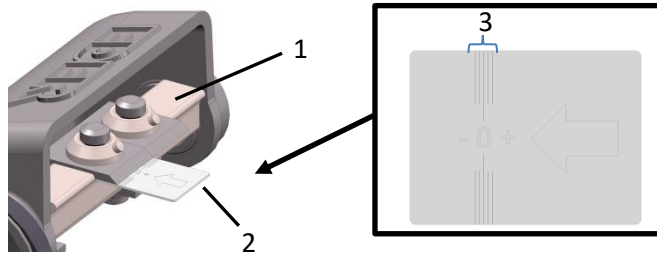

Abb. 5: Messer einstellen
- > Schieben Sie die Einstelllehre (2 – Abb.5) in Pfeilrichtung unter das Messer bis an die Schälwalze (1 – Abb.5) heran.
Achtung: Die Schneidkante des Messers muss sich im markierten Bereich (3 – Abb.5) befinden.